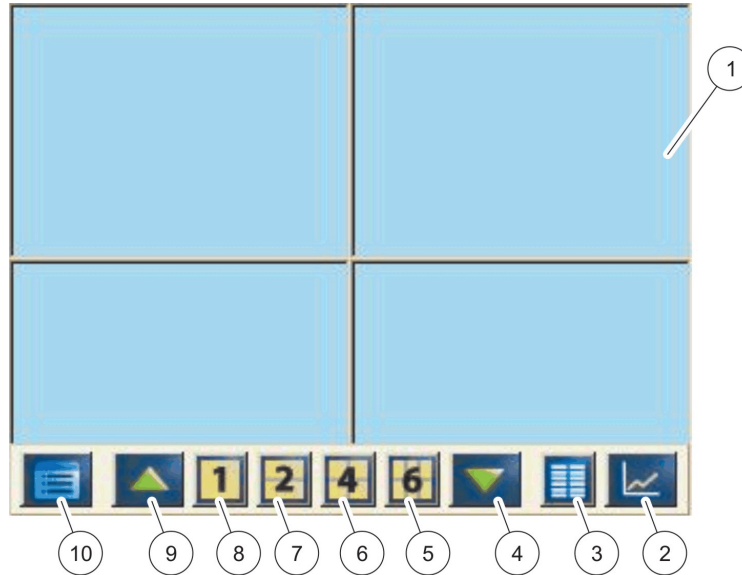

Рисунок 39 Дисплей измеряемых значений со всплывающей панелью инструментов
- **Всплывающая панель инструментов:** Всплывающая панель инструментов дает доступ к контроллеру SC1000 и настройкам контроллера и обычно скрыта от просмотра. Чтобы просмотреть панель инструментов, коснитесь нижнего левого угла экрана. На панели инструментов находятся кнопки, описанные на Рисунок 39.
2. На всплывающей панели инструментов нажмите **1**, **2** или **4**. Чтобы просмотреть более 4-х значений одновременно, нажмите **LIST (СПИСОК)** (Рисунок 39).
- Чтобы открыть графический дисплей, нажмите кнопку **GRAPH (ГРАФИКА)** на всплывающей панели инструментов (Рисунок 39). Появляется всплывающая панель инструментов, и дисплей может быть изменен на отображение измеряемых значений (1, 2, 4, LIST (СПИСОК))